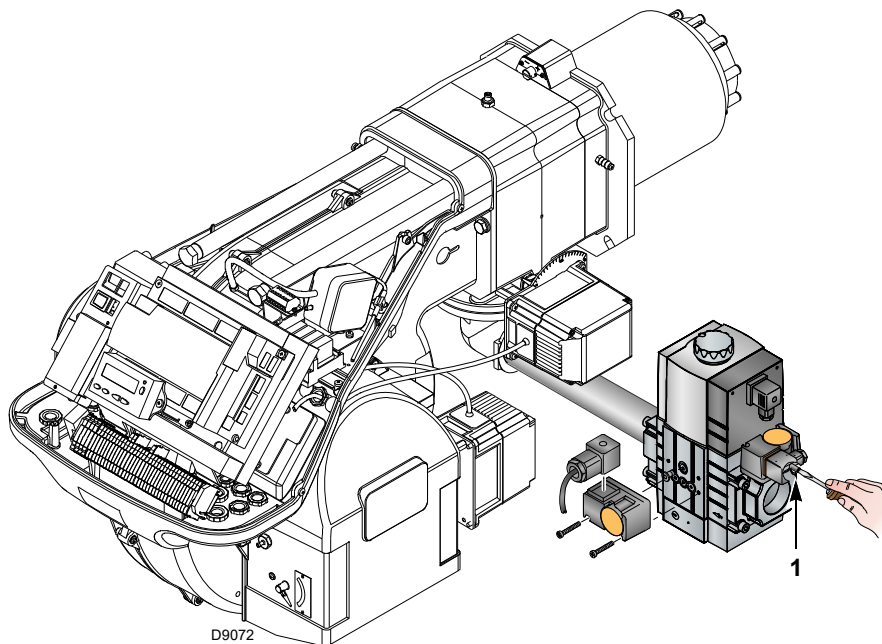

Abb. 26
- Den Gasversorgungsdruck durch Anschluss eines Manometers an die Druckentnahmestelle 1) (Abb. 26) des Gasdruckwächters kontrollieren: er muss niedriger sein als der auf dem Typenschild angegebene, maximal zulässige Druck der Gasstrecke.
- Nun die Leitung der Gasstrecke entlüften, indem ein Kunststoffschlauch an der Druckentnahmestelle 1) (Abb. 26) des Gas-Mindestdruckwächters angeschlossen wird. Den Kunststoffschlauch ins Freie führen und entlüften bis der Gasgeruch wahrnehmbar ist.